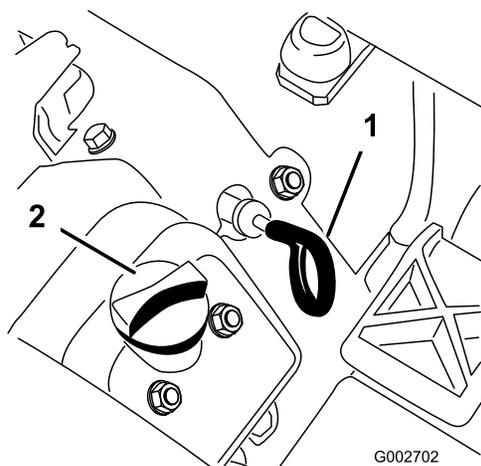

Figura 10
3. Estraete l'asta di livello (Figura 10) e asciugatela con un panno pulito. Inserite l'asta di livello nel tubo e verificate che sia inserita a fondo. Estraete l'asta di livello dal tubo e controllate il livello dell'olio. Se il livello dell'olio è basso, togliete il tappo di rifornimento dal coperchio della valvola e versate dell'olio fino a portarne il livello al segno di pieno (Full) sull'asta.